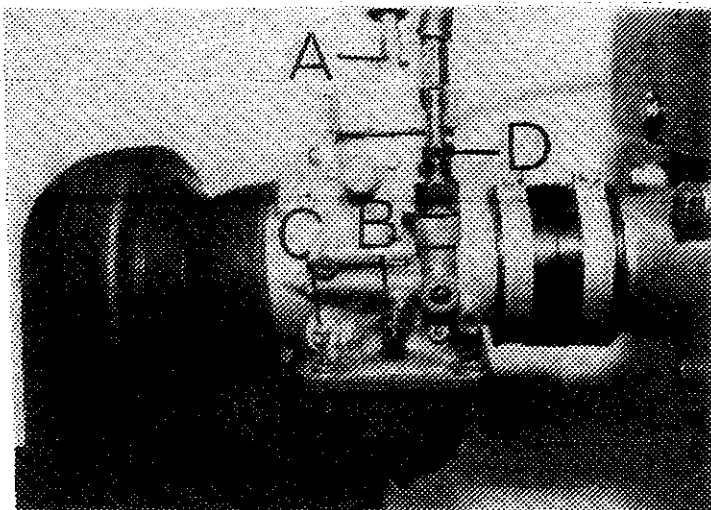

Bild 39
Luftblandningensskruven (C) är placerad ovanför flottörkammaren, höger sida bak. För erhållande av jämn och stabil tomgång kan denna inställning ändras. Ändringen av grundinställning, såsom byte av munstycke, spridarmunstycke och trottelnål bör utföras av service-man, (bild 39)
Om spelet inte är korrekt lossa låsmuttern (D), (bild 39) och justera in rätt spel.